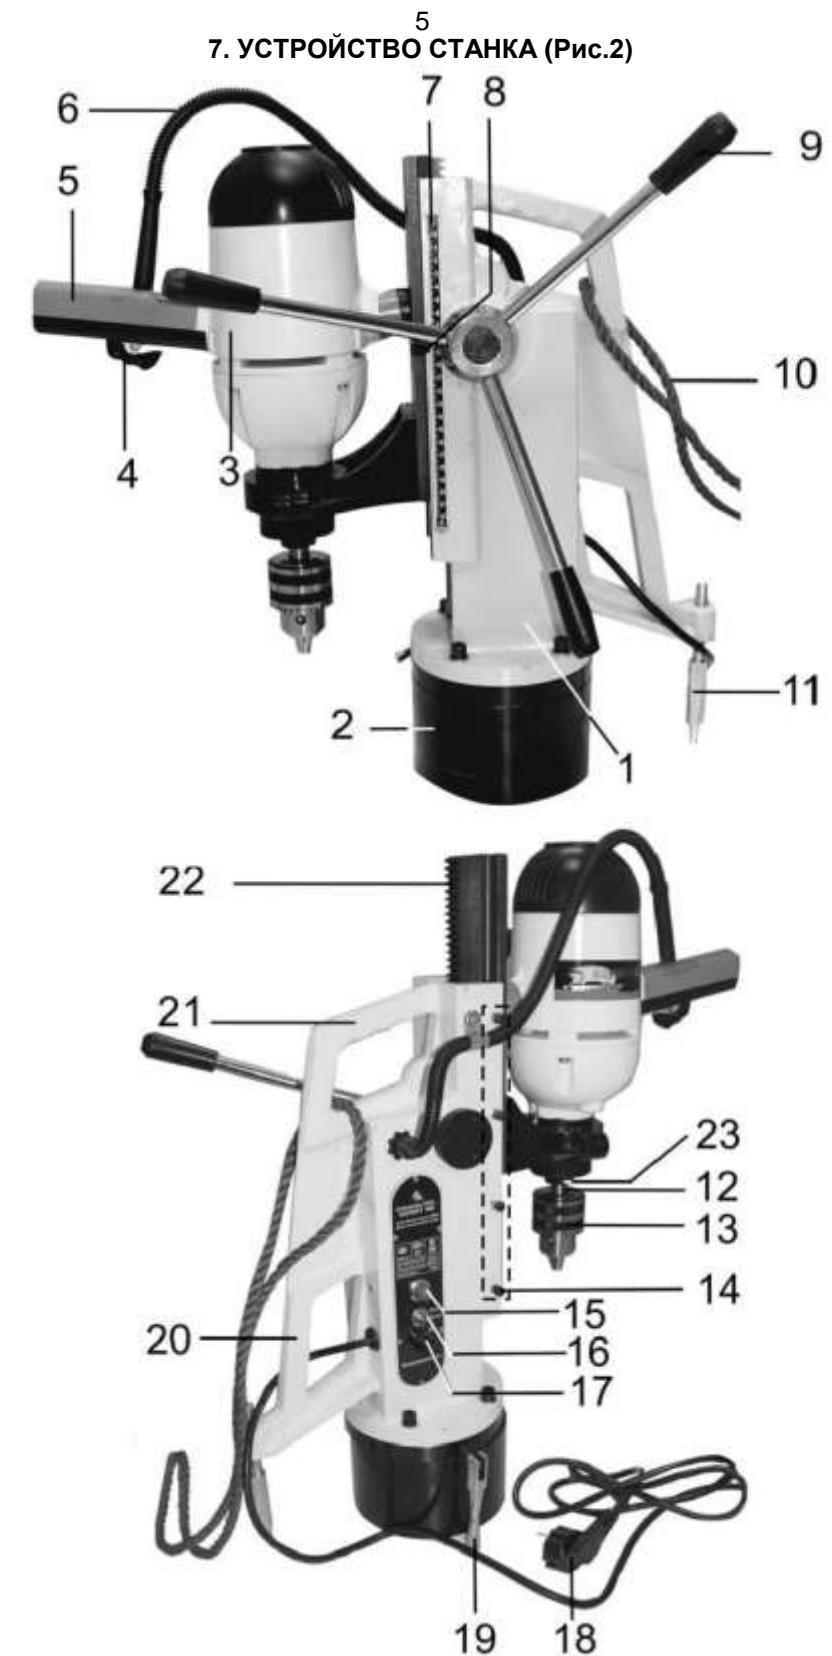

Рис. 2
8.1. Установите станок на ровную устойчивую горизонтальную поверхность. Переносите станок за ручку (21) или (20), Рис.2. Обеспечьте устойчивое положение станка на горизонтальной поверхности вращением опоры (11), Рис.2.
Опора (11), Рис.2, предотвращает опрокидывание станка «назад».
8.2. Вверните три ручки (9), как показано на Рис.2.
8.3. Установите сверлильный патрон (С) на дорн (В), Рис.1 (предварительно необходимо удалить с его поверхности смазку), а также очистите от смазки внутреннюю посадочную поверхность сверлильного патрона (С), Рис.1. Закрепите сверлильный патрон (13) в сборе с дорном (12) на шпинделе (23), Рис.2 (или сверло с коническим хвостовиком) легким ударом через деревянный брусок. Кулачки сверлильного патрона (13), Рис.2, при этом должны быть сведены. Протяните через ручку (21) или (20) страховочный трос (10), Рис.2.
## 9. ИНСТРУКЦИИ ПО ЭКСПЛУАТАЦИИ (Рис.2)
**Перед тем, как включить шнур питания (18) станка в розетку, убедитесь, что выключатель (4) и тумблер (16) находятся в выключенном положении, как показано на Рис.2.**
9.1.2. Перемещение сверлильной головки (3) по рейке (22) и осевое перемещение сверлильного патрона (13) с режущим инструментом задается вращением ручки (9), Рис.2.
9.1.3. Контроль и регулировка глубины сверления «глухих» отверстий производится с помощью шкалы (7) и указателя (8), Рис.2.
9.1.4. Плавность хода сверлильной головки (3) регулируется четырьмя винтами (14), Рис.2.
Если движение затруднено, ослабьте каждый винт (14) на ¼ оборота и закрепите новое положение контргайками винтов (14), Рис.2.
9.1.5. Для установки угла поворота колонны (1) относительно магнитной подошвы (2) ослабьте рукоятку (19), Рис.2. Затем за ручку (5) поворачивайте колонну (1), Рис.2, до нужного положения. Закрепите новое положение колонны (1), затянув рукоятку (19), Рис.2.
9.1.6. Для снятия сверлильного патрона (13) из шпинделя (23) используется клин (27), Рис.4. Для этого, при извлеченном из розетки шнуре питания (18), Рис.2, совместите вращением шпинделя (23), Рис.4, паз в шпинделе с пазом (26), Рис.4, на сверлильной головке (3).
### 9.2. Монтаж и работа (Рис.2).